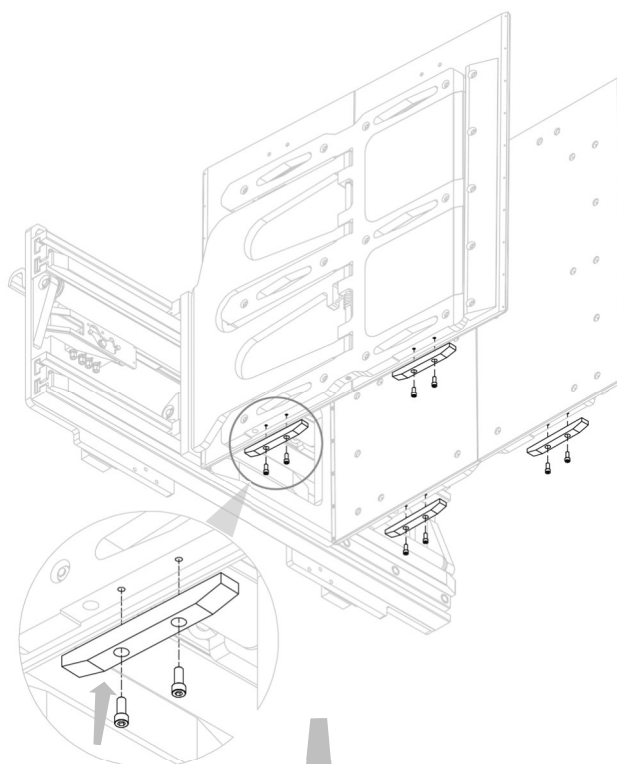
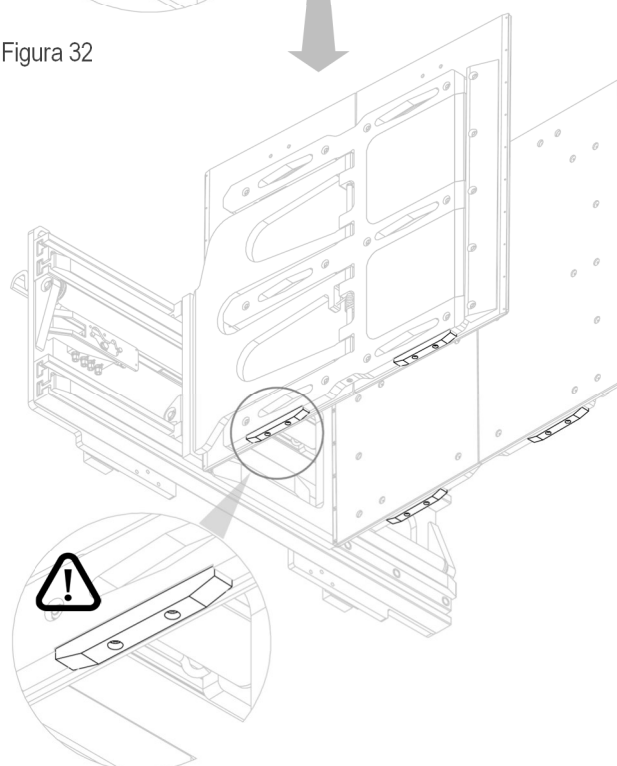

Figura 32
Figura 33
2. Montar los patines inferiores antideslizamiento de ertalon atornillando los tornillos en los orificios correspondientes (ver *Figura 32* y *Figura 33*).